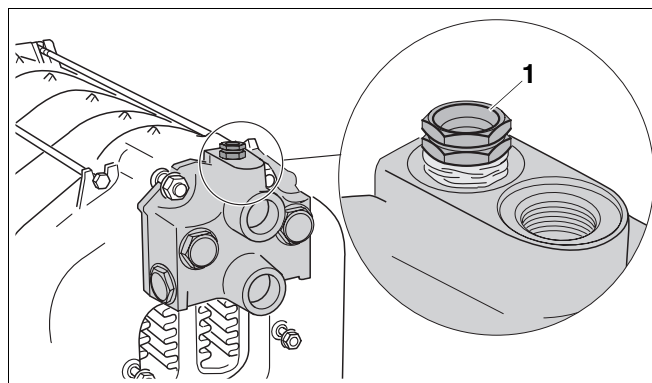

Рис. 23 Установка гильзы для датчиков
- Заглушить подающую и обратную линии (воздушник установить на фитинге Rp  $\frac{3}{4}$ ) (→ рис. 23).